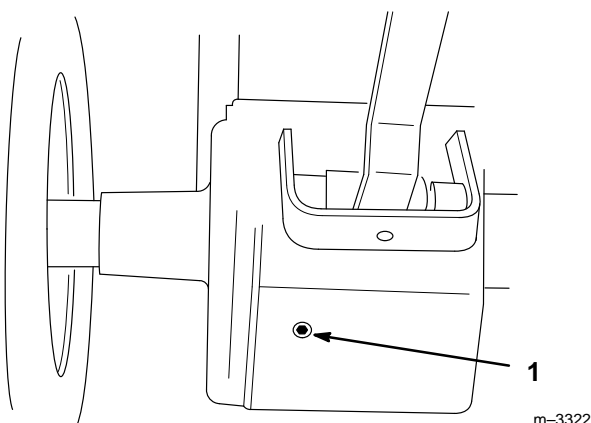

Abbildung 50
4. Eine Schale unter die Ablassöffnung der Hinterachse stellen. Den Ablass öffnen, indem die Schraube herausgeschraubt wird (Abb. 50).